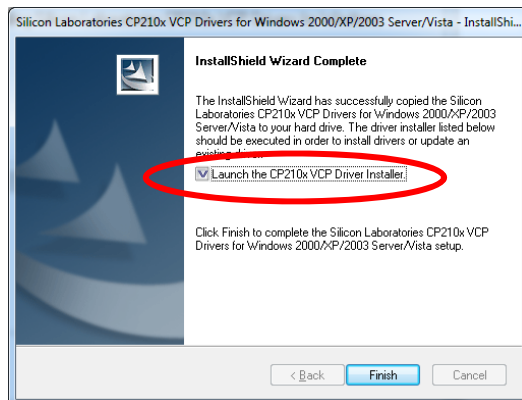

Рисунок 8.11
– на екрані з'явиться вікно (рисунок 8.11). Встановити позначку "Launch the CP210 x VCP Drive Installer" і для завершення встановлення драйвера клацнути по кнопці **Finish**.